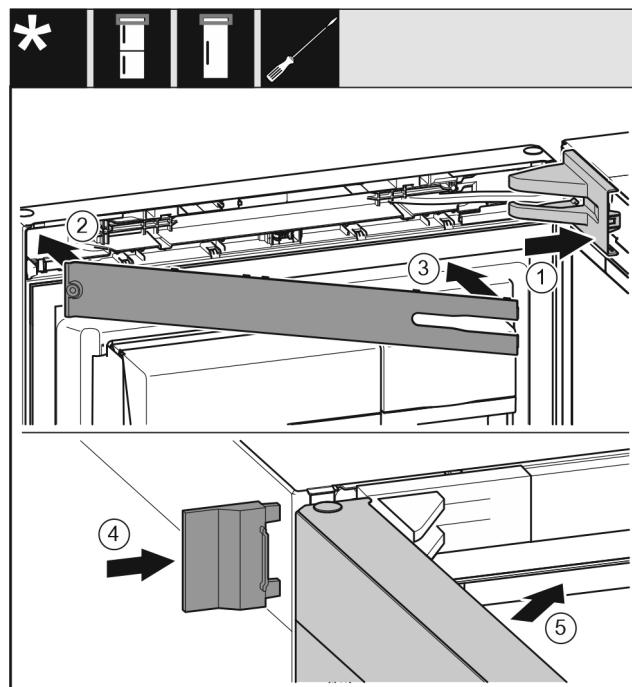

Fig. 31
- ▶ 放上并插入托架盖 Fig. 31 (1)，如有必要小心地按压分开。
- ▶ 盖上隔板 Fig. 31 (2)。
- ▶ 隔板 Fig. 31 (3)
- ▶ 插入外盖 Fig. 31 (4)。
- ▶ 关闭冰箱上方门 Fig. 31 (5)。